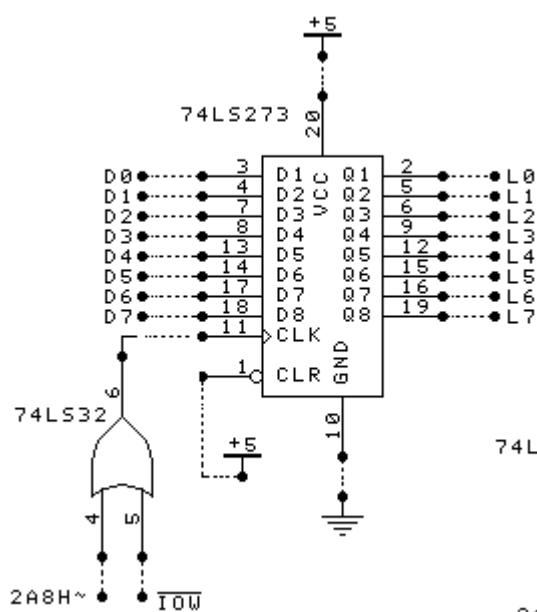

图4-2-1
1、按下面图4-2-1简单并行输出接口电路图连接线路(74LS273插通用插座, 74LS32用实验台上的“或门”)。74LS273为八D触发器, 8个D输入端分别接数据总线D0~D7, 8个Q输出端接LED显示电路L0~L7。